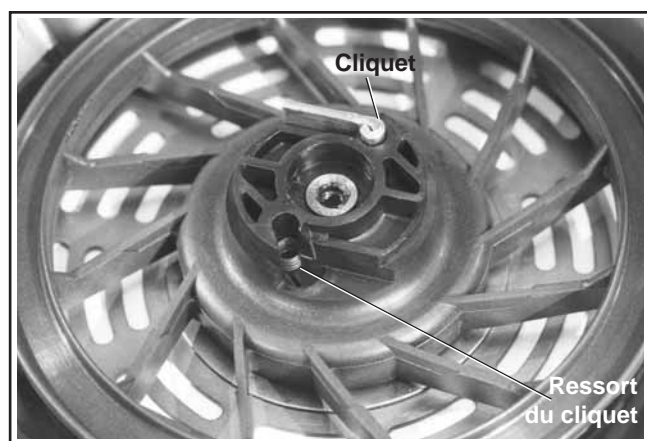

Figure 7-10. Installation des cliquets et ressorts de cliquet.
4. Installer les ressorts de cliquets et les cliquets dans la poulie du démarreur. Voir la figure 7-10.